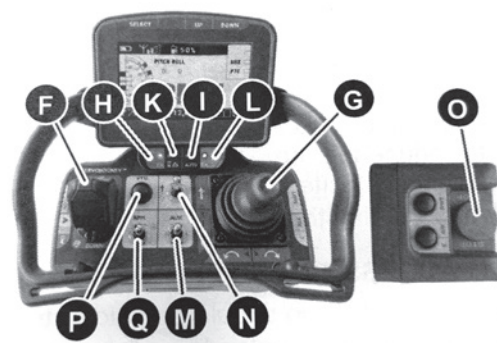

Рис. 15
Высоту среза можно в любой момент отрегулировать с помощью пульта дистанционного управления. Для стрижки высокой травы рекомендуется установка режущей деки на расстоянии 100 мм от земли. При необходимости переместите ее на второй уровень с меньшей высотой. Чтобы поднять ножи, переместите ручку управления (рис. 15 - F) вверх. Чтобы опустить ножи, переместите ручку управления (рис. 15 (E)) вниз.
Машина может быть оснащена такими устройствами, как насос для опрыскивания, задний подъемник, отвал для снега и т.д. Эти устройства также могут управляться дистанционно. Слева направо на рис. 15а расположены следующие разъемы:
Рис. 15а